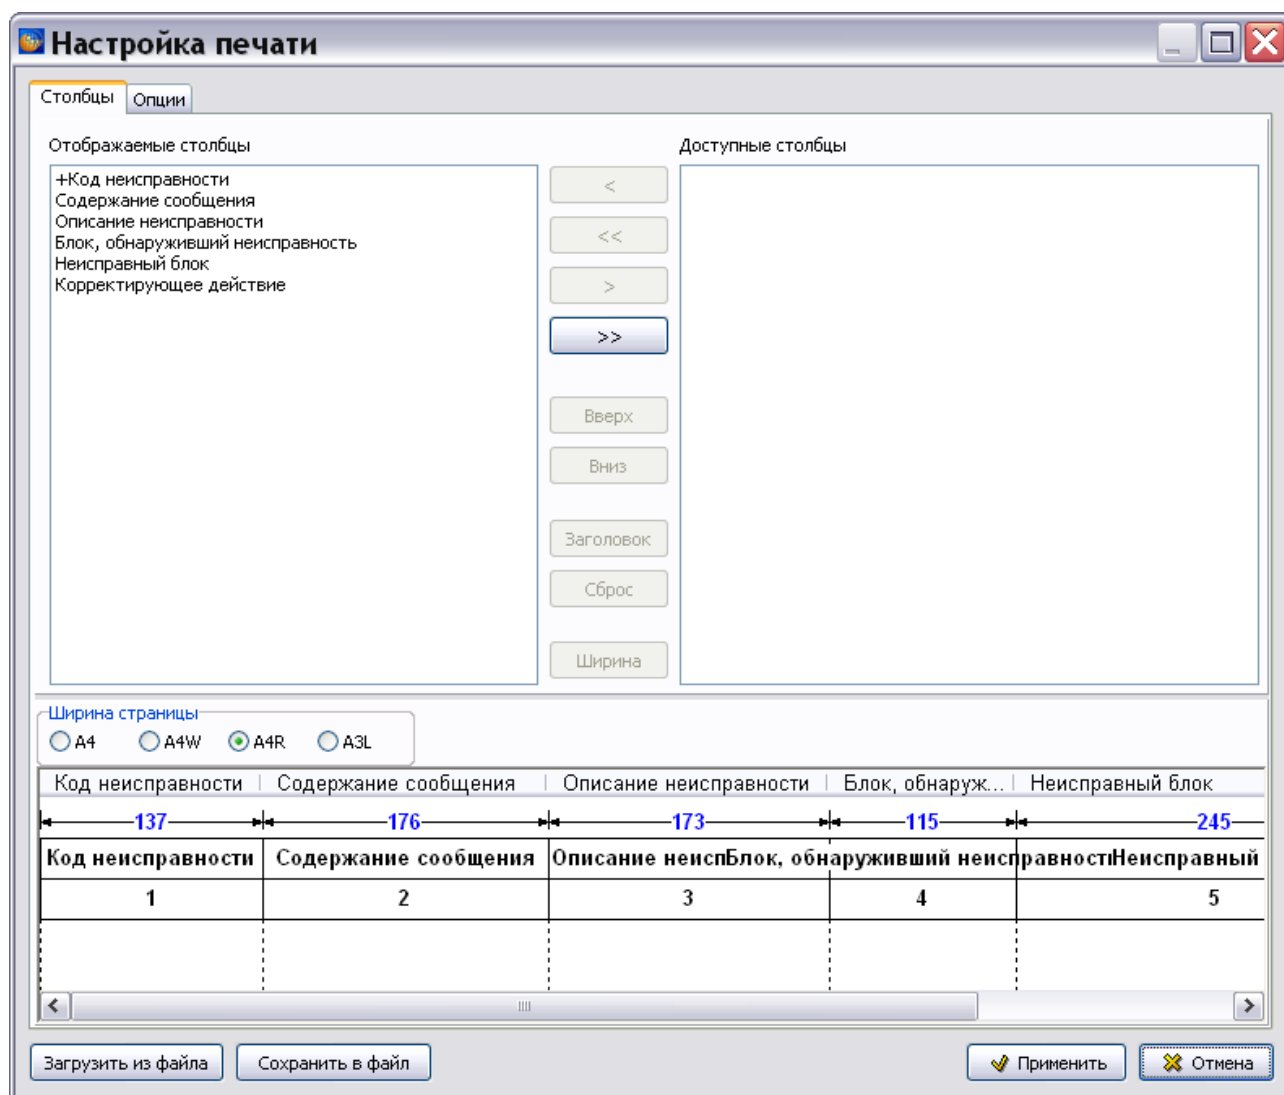

Рис. 8.7
- При выборе пункта **Настройки печати из модуля данных...** можно установить настройки, отличные от заданных в шаблоне документа. Настройки создаются в диалоговом окне **Настройка печати** на вкладках «Столбцы» и «Опции» (Рис. 8.7).